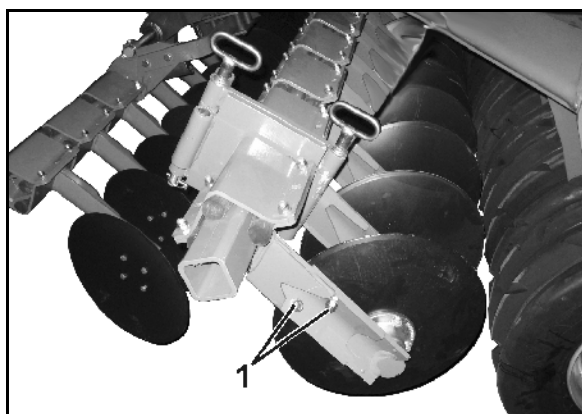

Рис. 46
2. Ослабьте резьбовые элементы (Рис. 46/1).